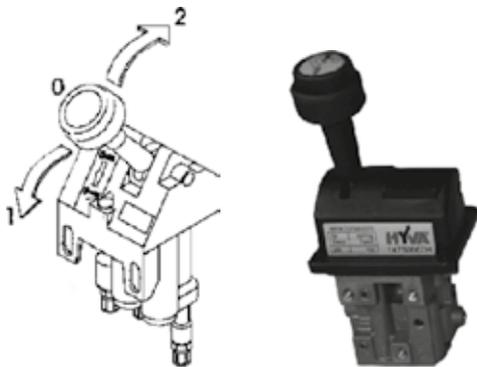

Рис. 4 Пневматический регулирующий джойстик HYDROBOARD
- бортом, открывающимся и закрывающимся с помощью гидравлического механизма (рис.4)
Самосвалы с трёхсторонней разгрузкой фирмы KН-KIPPER могут оснащаться системой HYDROBOARD, представляющей собой борт, открываемый и закрываемый с помощью гидравлических сервомоторов, встроенных в гидравлический механизм самосвала. Управление движением борта осуществляется с помощью пневматического регулирующего джойстика, рис. 4.
Для того чтобы открыть «гидравлический» борт, необходимо открыть главный вентиль системы управления гидравлическим бортом, установленный на подрамнике непосредственно под кузовом или в его передней части рядом с масляным баком. Затем необходимо установить пневматический регулирующий джойстик в положение „открыто» (рис. 4, позиция „1»). После открытия борта джойстик необходимо установить в нейтральное положение „0». Для закрытия джойстик необходимо установить в положение „закрыто» (рис. 4, позиция „2»).
Рис. 4а Главный вентиль системы управления
Рис. 4б Описание действия вентилей гидравлического борта
Пневматический управляющий джойстик, рис. 4, должен быть установлен в нейтральной позиции „0”, если «гидравлический» борт закрыт и не используется. Кроме того, необходимо закрыть главный вентиль механизма гидравлического борта. Эти указания необходимо соблюдать также во время движения самосвала, предотвращая, таким образом, произвольное открытие гидравлического борта.
5. Если это боковой борт, открывающийся гидравлически, необходимо, прежде всего, открыть главный ventиль механизма управления бортом (рис. 4).